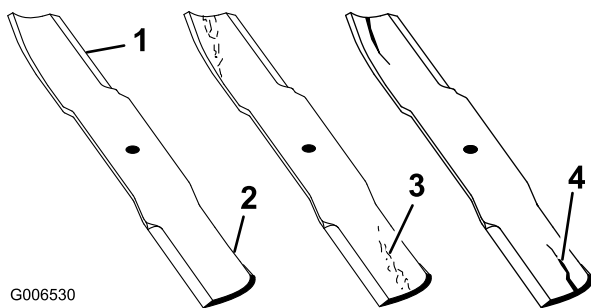

Figure 55
1. Examinez le tranchant des lames (Figure 55). Si les lames ne sont pas tranchantes ou si elles présentent des indentations, déposez-les et aiguisiez-les (voir Aiguisage des lames).
2. Inspectez les lames, surtout la partie relevée (Figure 55). Remplacez immédiatement toute lame usée ou qui présente une fissure ou une entaille (repère 3 de la Figure 55).